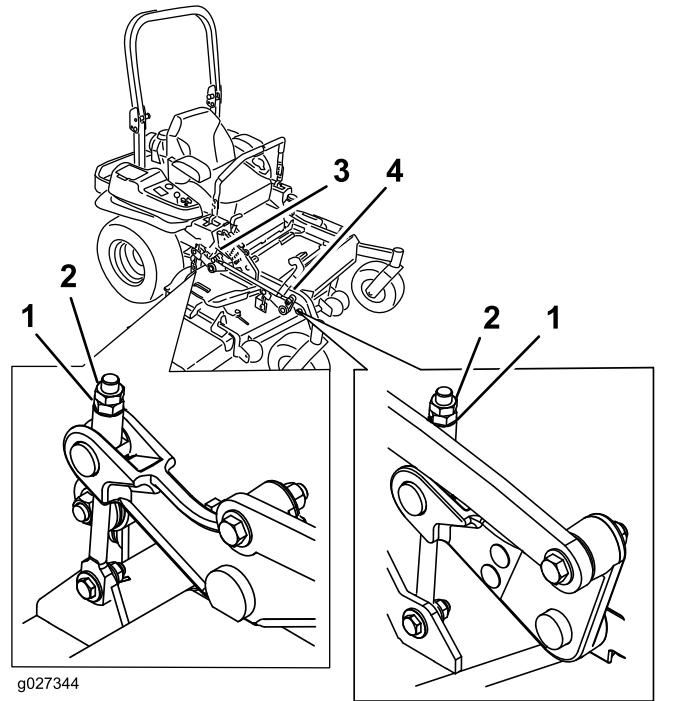

Figura 109
10. Gire la tuerca de ajuste del conjunto de elevación de la carcasa delantera para modificar la altura (Figura 109).
16. Gire el tornillo de ajuste hasta obtener una altura de 8.3 cm ($3\frac{1}{4}$ ") (Figura 109).